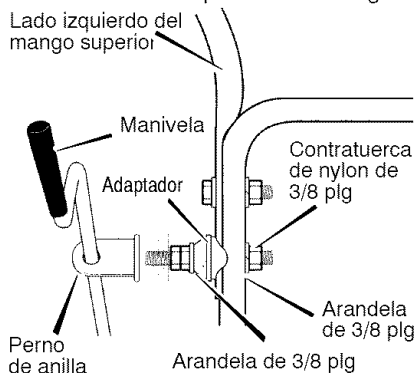

Figura 56
4. Retire los sujetadores y el perno de anilla de los agujeros inferiores del mango inferior. Vea la Figura 56.